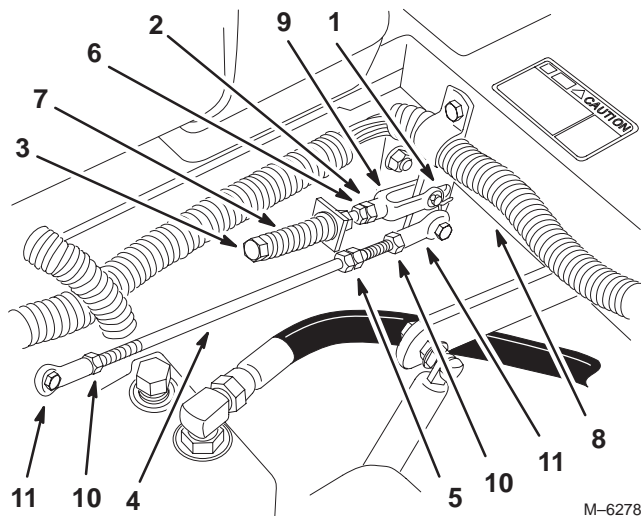

Figure 54
3. Placez le levier au point mort, **sans le verrouiller** (Fig. 54).
4. Tirez-le ensuite en arrière jusqu'à ce que l'axe de chape (situé sur le bras au-dessous de l'axe de pivot) touche l'extrémité de la fente (c.-à-d. commence juste à appuyer sur le ressort) (Fig. 54).
6. Si un réglage s'impose, desserrez l'écrou et l'écrou de blocage (Fig. 54).
8. Serrez l'écrou et l'écrou de blocage (Fig. 54).
1. Desserrez les contre-écrous sur les rotules de la tige de commande de la pompe (Fig. 54).
3. Réglez la longueur de la tige de pompe en tournant les doubles écrous dans le sens voulu, jusqu'à ce que la roue soit immobilisée ou tourne légèrement en marche arrière (Fig. 54).
6. Serrez les contre-écrous contre les rotules (Fig. 54).